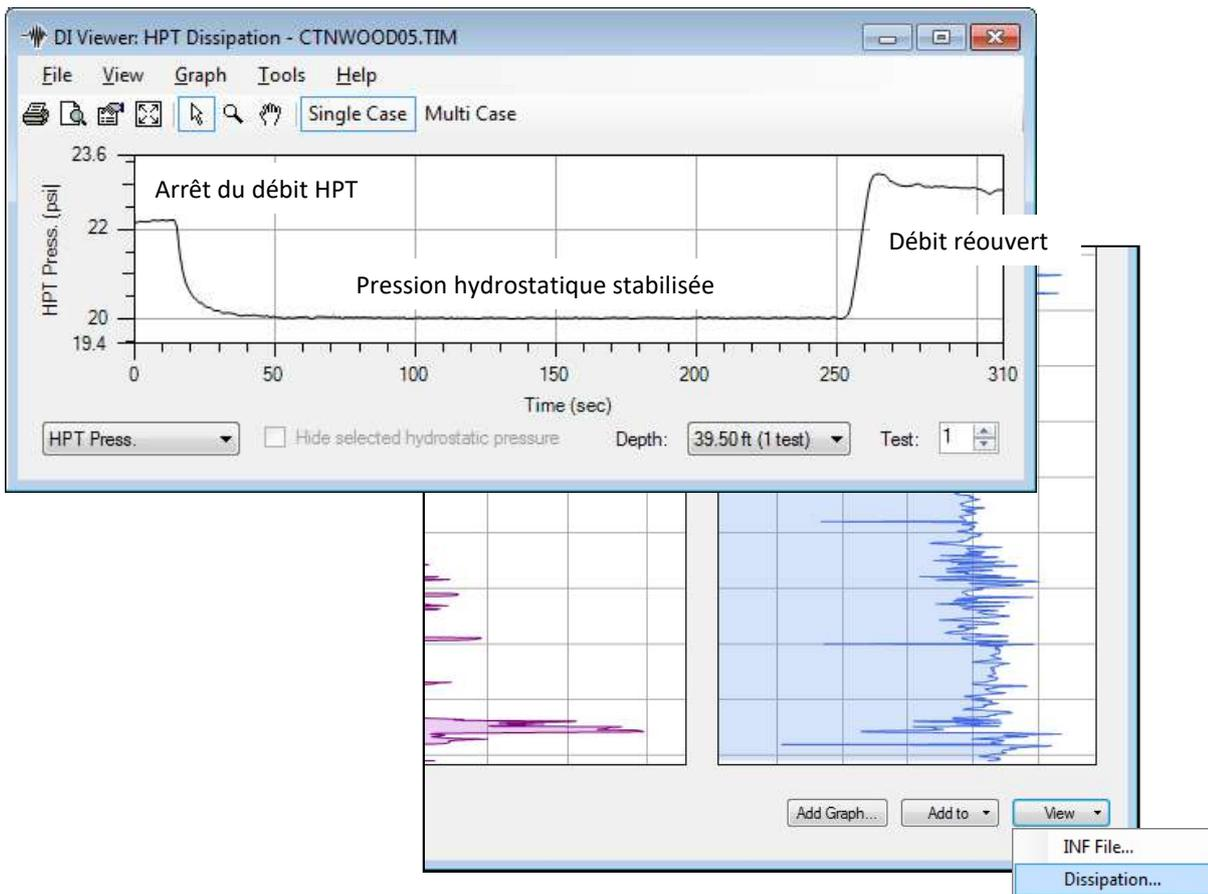

Figure 15 : Ouverture du fichier de dissipation.
1. Placez le curseur dans le coin inférieur gauche de la fenêtre DI Viewer et cliquez sur l'icône *View* (Figure 15).